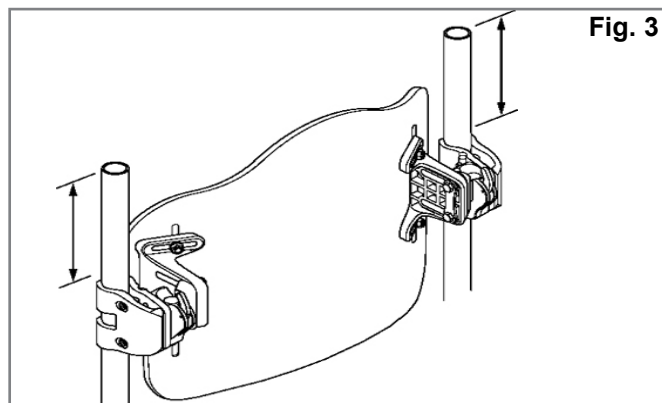
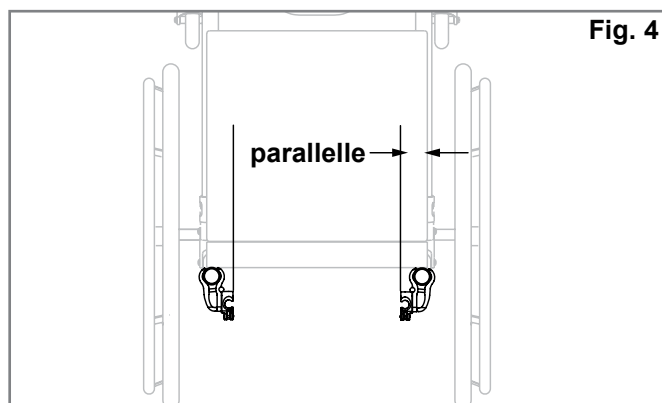

Fig. 3
Fig. 4
Monteringsanvisninger for beslag (Fig. 3, 4, 5)
2. Se efter på kørestolens ryglænsrør for at fastslå, hvor beslagene bør placeres. Monterings hardwaren bør omtrentligt have den samme højde på hver ryg rør (Fig. 3) og parallelt til sæderammen (Fig. 4). Generelt gælder det, at højere placeringer på ryglænsrørene fungerer bedst.